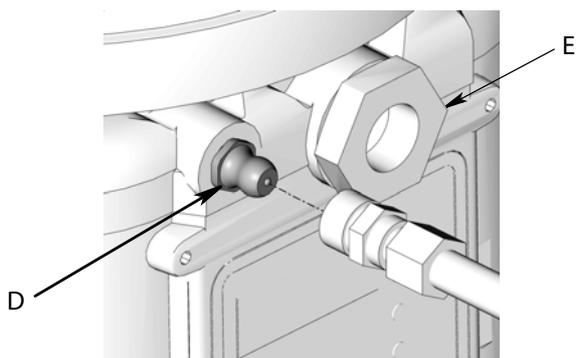

Рис.14
1. Подсоедините заправочный шланг к впускному фитингу (D) (Рис.14).